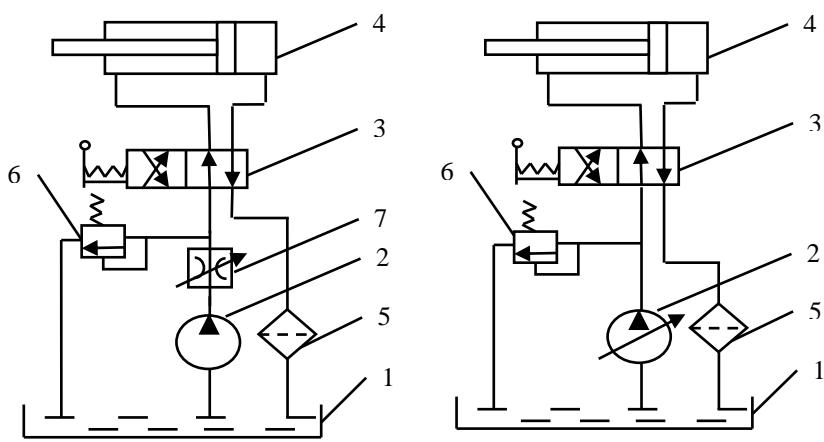

Рис. 5
– регулируемый гидропривод, в котором в процессе его эксплуатации скорость выходного звена гидродвигателя можно изменять по требуемому закону. В свою очередь регулирование может быть дроссельным (рис. 5 a), объемным (рис. 5 b), объемно-дроссельным — регулирование изменением частоты вращения вала двигателя, приводящего в работу насос. Регулирование может быть ручным или автоматическим. Регулируемый гидропривод может быть также стабилизированным, программным или следящим;
— гидропривод с разомкнутой системой циркуляции (см. рис. 5), в котором рабочая жидкость постоянно сообщается с гидробаком или атмосферой. Достоинства такой схемы — хорошие условия для охлаждения и очистки рабочей жидкости. Однако та-